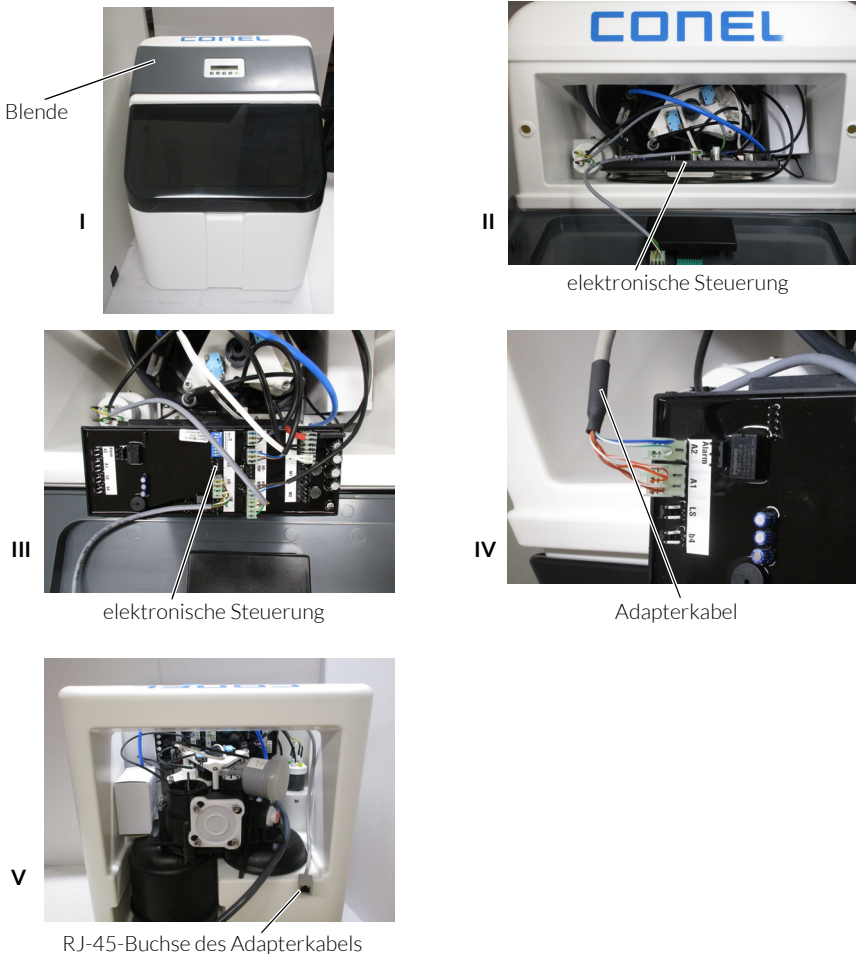

Abb. 3: Anschluss des Adapterkabels an CLEAR SOFT
- / Blende nach oben abnehmen (siehe Abb. 3 I und 3 II).
- / Elektronische Steuerung aus ihrer Halterung herausziehen (siehe Abb. 3 III).
- / Die beiden Stecker des Adapterkabels auf die Steckplätze A1 und A2 der elektronischen Steuerung stecken (siehe Abb. 3 IV).
- / Adapterkabel nach hinten aus dem Gerät führen (siehe Abb. 3 V) und mit Kabelbinder sichern.